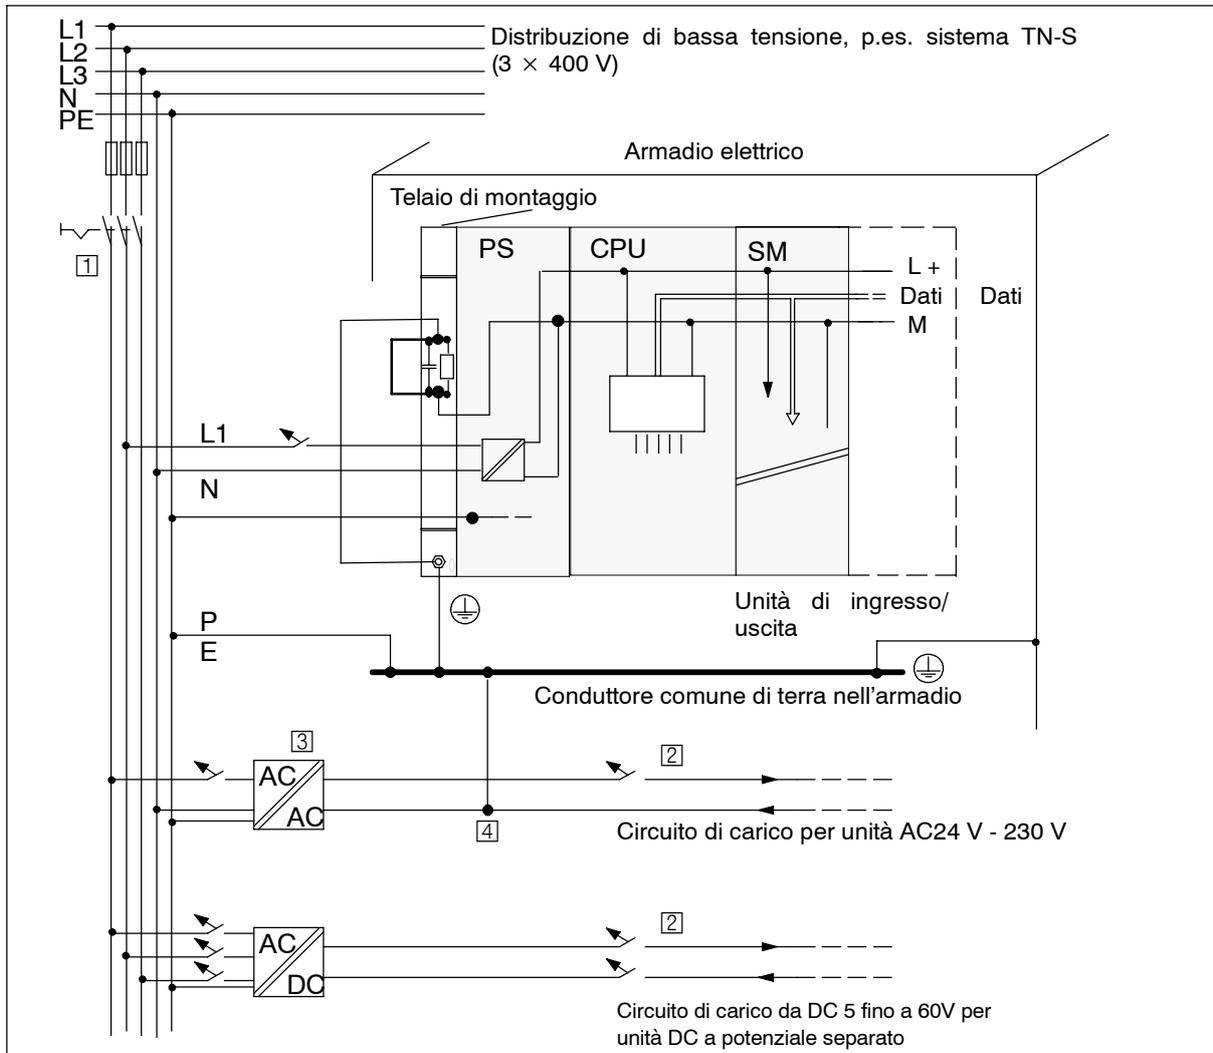

Figura 4-1 Funzionamento dell'S7-400 con alimentazione messa a terra
In fase di preparazione di un impianto sono previsti diversi componenti e misure di protezione. Il tipo di componenti e il livello di severità delle misure di protezione è in relazione alle norme VDE, VDE 0100 o VDE 0113 che l'impianto deve soddisfare. La seguente tabella fa riferimento alla figura 4-1.
Grazie al potenziale di riferimento comune (terra), si ha una sicurezza di funzionamento perfetta. È necessario predisporre sull'alimentatore di carico (morsetto L- o M) o sul trasformatore di separazione un collegamento rimovibile con il conduttore di terra (figura 4-1, ④).
La figura 4-1 mostra la collocazione di un S7-400 nella configurazione complessiva (alimentazione di carico e collegamento di terra) con alimentazione da una rete TN-S.